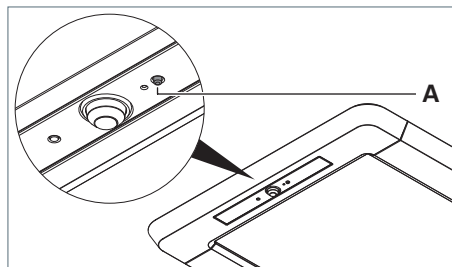
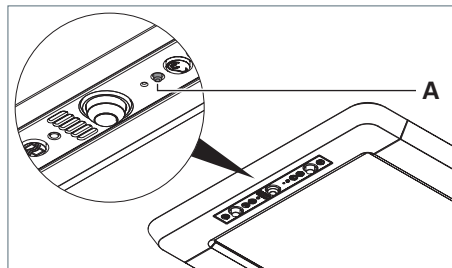

Fig. 39: Effectuer une réinitialisation, modèle R.
Fig. 40: Effectuer une réinitialisation, modèle RX.
- Appuyez sur la touche **A**, maintenez-la enfoncée et rebranchez le luminaire à l'alimentation électrique, voir Fig. 39 et voir Fig. 40.